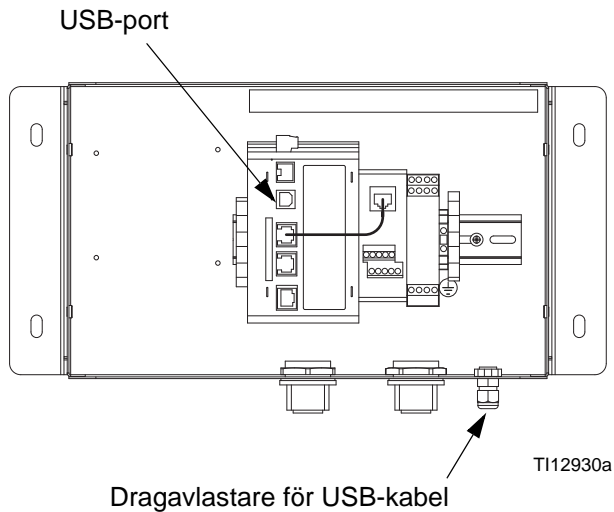

FIG. 13: Gateway-modulens USB-port
1. Anslut USB-kabeln (23, medföljer) mellan USB-porten på Gateway-modulen och en USB-port på din PC. Se FIG. 13.